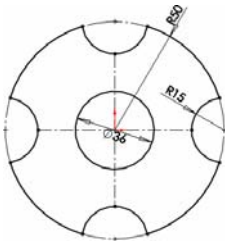

图 4-15 绘制草图
- 01 选择【前视基准面】作为草图绘制平面，绘制草图，如图 4-15 所示。